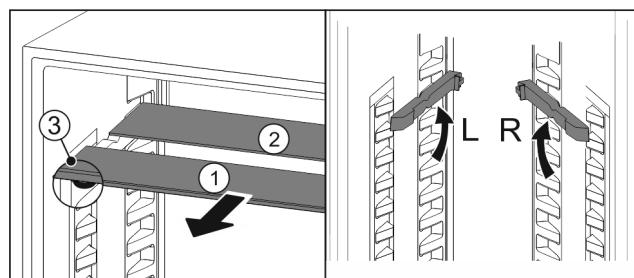

Fig. 97
- По одному извлеките Fig. 97 (1) стеклянные панели движением вперед.
- Стеклянная панель Fig. 97 (1) с декоративной планкой лежит спереди.
- Стопоры Fig. 97 (3) показывают вниз.